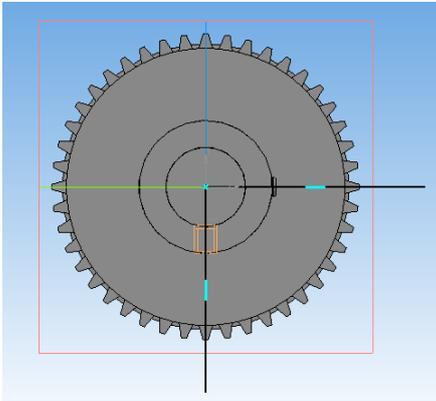

Рисунок 109
1. Выберите торец зубчатого колеса. Проведите в этой плоскости два отрезка параллельно осям X и Z из центра изображения (рисунок 109).